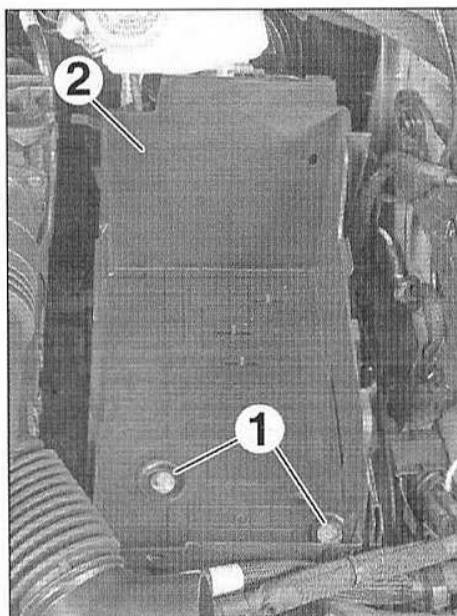

FIG.66
- Déposer (Fig.66) :
- les vis (1),
- le bac à batterie (2).